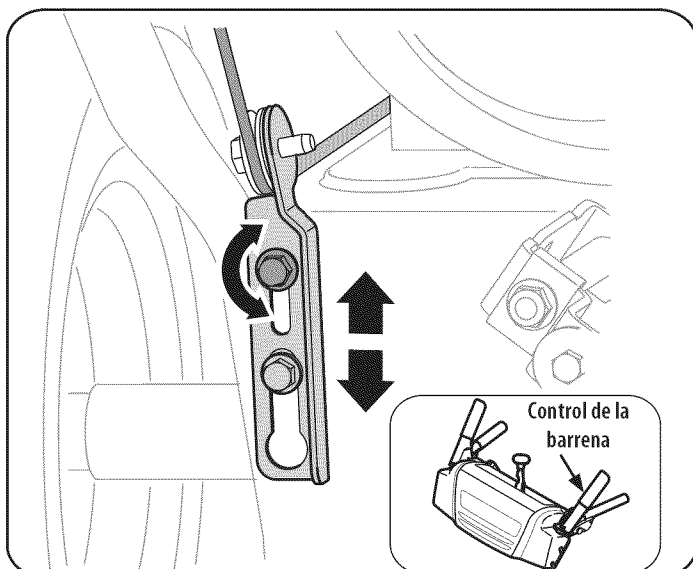

Figura 12
1. El control de la barrena se encuentra en el mango izquierdo. Consulte la Figura 12 el recuadro. Cuando se suelta el control de la barrena y está en posición desengranada arriba, el cable debe tener muy poco juego. NO debe estar tenso.
8. Ubique la ménsula hacia arriba para brindar más juego (o hacia abajo para aumentar la tensión del cable). Vea la Figura 12.